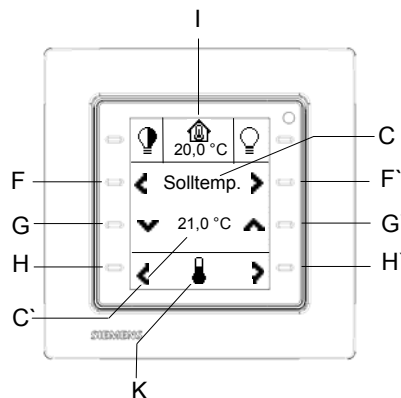

Bild: 23
- zur Einstellung der Solltemperatur/ Solltemperaturverschiebung (Bild 23/24),
Bei einer direkten Sollwert-einstellung (Bild 23) wird der Sollwert (C`) in einem Bereich zwischen 16°C und 26°C in 0,1 K Schritten eingestellt.